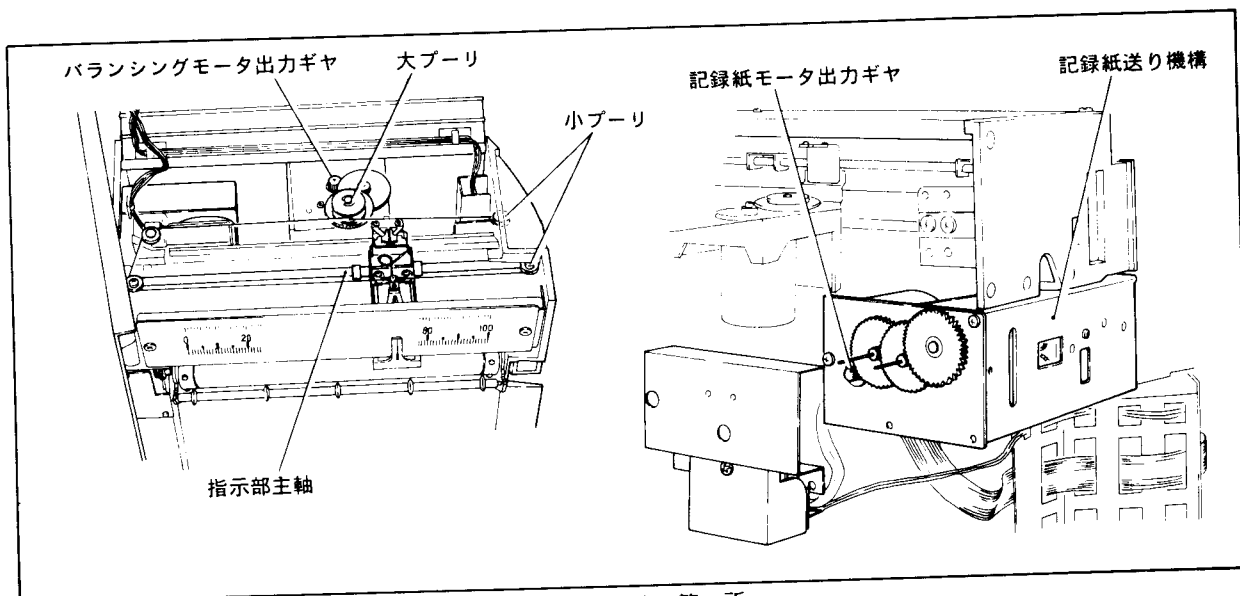

図12-2 注油箇所
- (1) 注油箇所のごみや固着した油は、必ず拭き取ってから注油します。特に指示部主軸はきれいに拭き取ります。
- (2) 付属の潤滑油は、潤滑性能や蒸発を細かく考慮しています。必ず付属のものをお使いください。
- (3) 油容器は先端に穴をあけて使用します。
- (4) 注油量は、たれない程度に充分に注油し、余分な油は吸取紙で拭っておきます。
- (5) 注油箇所(図12-2)。
- (6) 発注部品番号